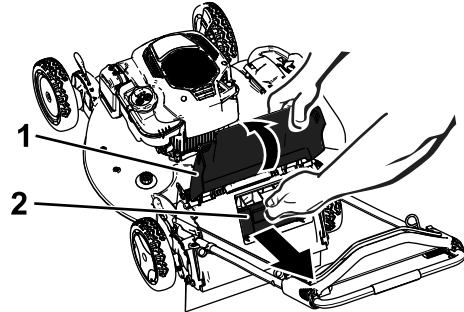

Bild 33
1. Heben Sie die hintere Klappe an und halten Sie sie hoch (**Bild 33**).
2. Ziehen Sie die Heckauswurfklappe ab (**Bild 33**).